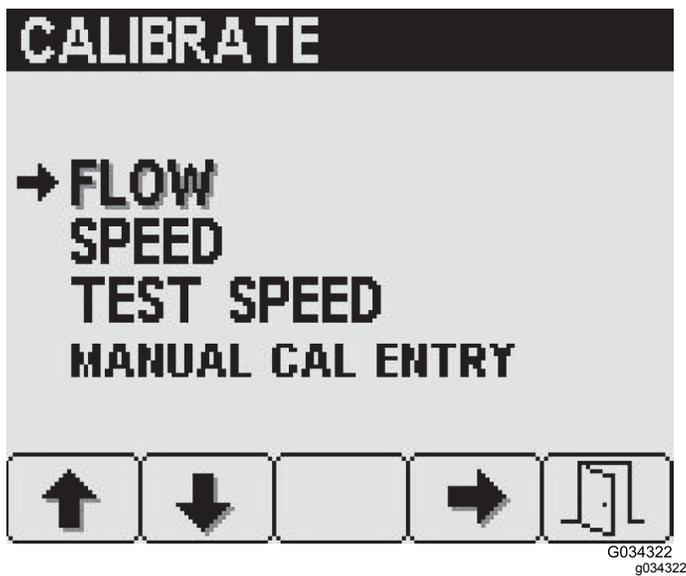

Рисунок 31
2. Для доступа к экрану Flow (Расход) выберите пункт Flow (Расход) с помощью кнопки 4 на странице Calibrate (Калибровка) (Рисунок 31).
2. Для доступа к экрану Speed (Скорость) перейдите с помощью кнопки 2 на экране Calibrate (Калибровка) к пункту Speed (Скорость) и нажмите кнопку выбора 4 (Рисунок 31).